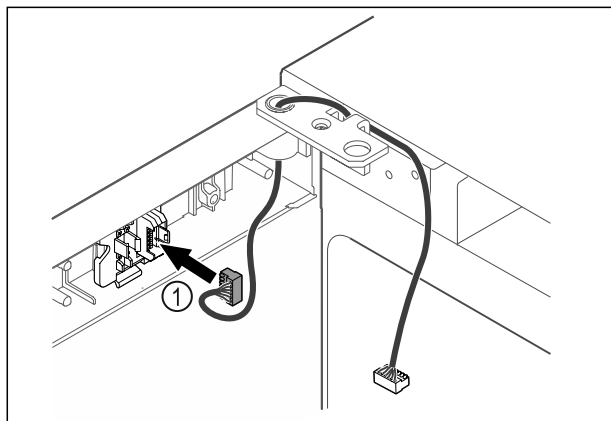

Fig. 44
- ▶ Sæt stikket Fig. 44 (1) i stikholderen.